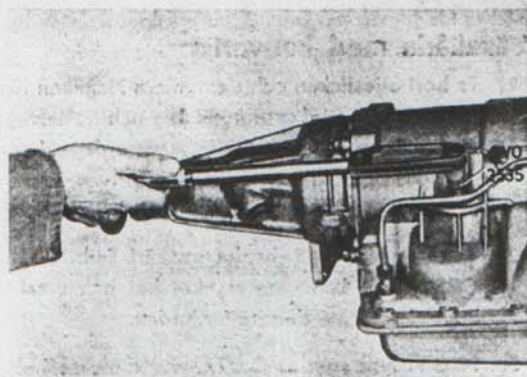

Bild 33. Justering av bakre bromsband.
2. Använd specialhylsa SVO 2535 och anslut momentnyckeln till justerskraven, se bild 33. Dra skruven med 10 lb.ft. (1,4 kgm). Skruva tillbaka skruven 1 varv.